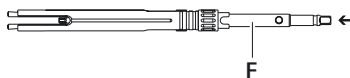

Fig. 3
- Introducir el destornillador F desde atrás en el manguito de apriete 2. Asegurarse de que las espigas laterales se deslizan dentro de la ranura hasta la base, ver Fig. 3.